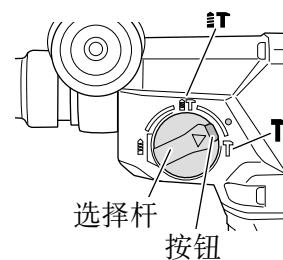

图 27
(1) 安装尖钻或冷錾。
(2) 按下按钮，并将选择杆调整至 **IT** 记号和 **T** 记号的中间 (图 27)。